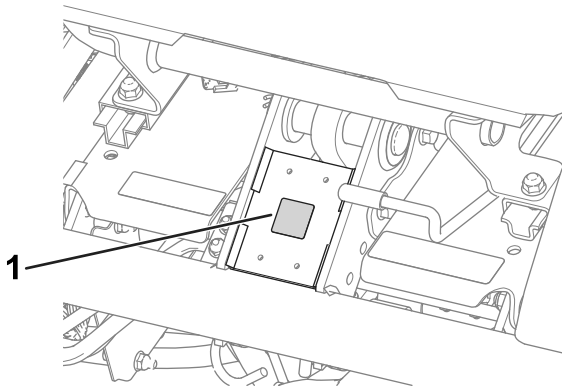

Bild 11
- Bringen Sie den CE-Kennzeichnungsaufkleber (Bestellnummer 93-7252) am Rahmen unter der Vorderseite des Sitzes an (Bild 11).